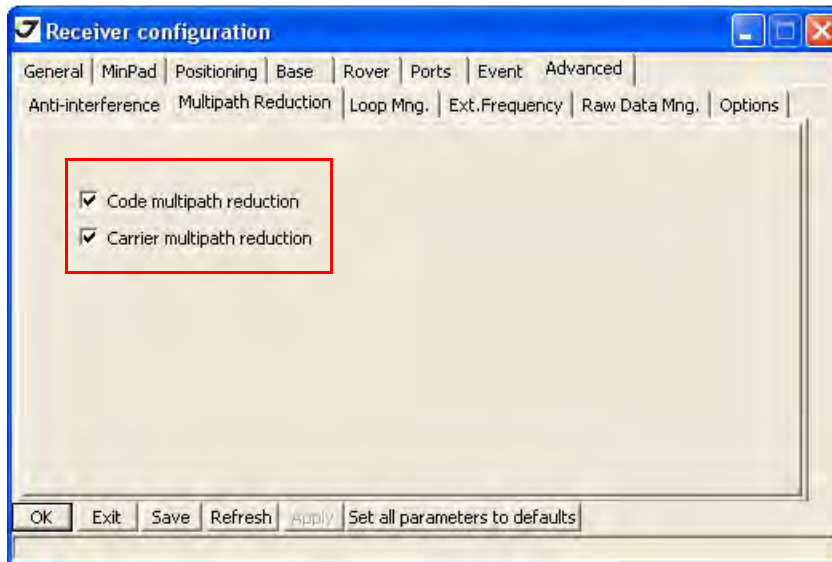

Рисунок 3-20. Настройка параметров подавления многолучевости
11. Перейдите в закладку *Advanced*, а затем в закладку *Multipath*. Настройте следующие параметры и нажмите *Apply* (Рис. 3-20).